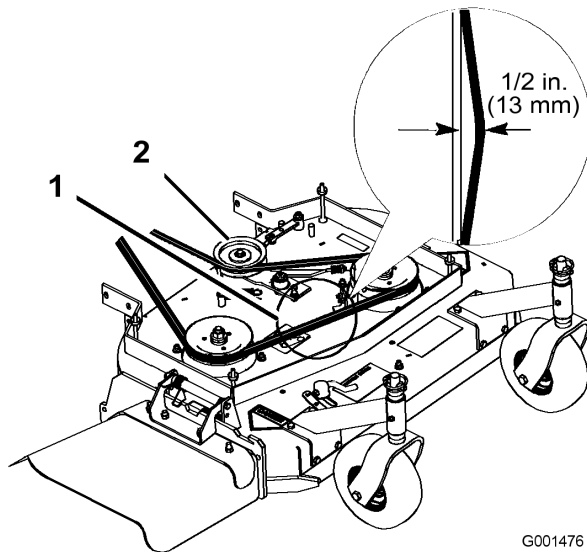

Figura 34
4. Retire la polea tensora y la correa desgastada (Figura 34).
Nota: La tensión correcta de la correa del cortacésped es de 44-67 N (10-15 lbf) con la correa desviada 13 mm (1/2 pulg.) en el punto intermedio entre las poleas (Figura 34).